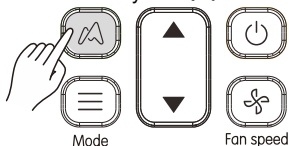

Abb. 3.15
- 1) Durch Drücken von  (siehe Abb. 3.15) senden Sie den Befehl „ETA-Funktion einschalten“ zum Gerät. Danach leuchtet  im Display auf.